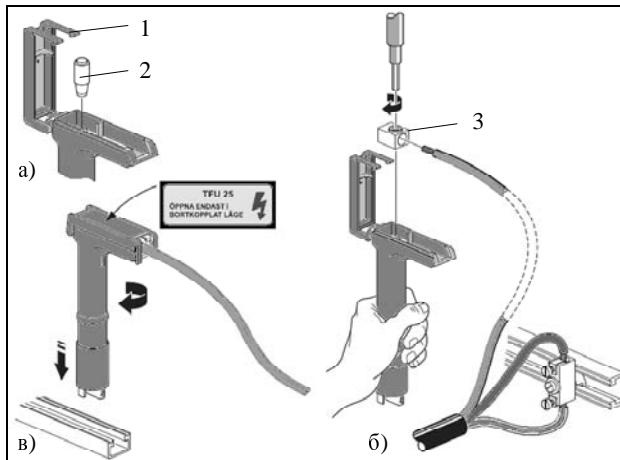

Рис. 26. Порядок монтування розетки TFU 25
Насправді цей аксесуар дозволяє безпечно приєднати лише один провідник до будь-якої лінійної шини (бажано до шини L3, оскільки вона розташована нижче за інші, отже приєднаний провідник не буде торкатися інших лінійних шин). Розетка TFU 25 забезпечує захист персоналу, який користується обладнанням чи електроінструментом, від непрямих дотиків, оскільки конструкція цієї розетки передбачає встановлення у ній вставки запобіжника системи D другого габариту (D II з тепловим струмом  $I_{th}$  до 25 A). Робочий нейтральний та захисний провідники, необхідні для тимчасового приєднання обладнання електроінструменту, приєднуються за допомогою з'єднувача ADC 25 до PEN шини або двома з'єднувачами окрім до N та PE шин. Обладнання може бути безпосередньо приєднано до живлення, а електроінструмент слід приєднувати до живлення через трипровідну розетку. Послідовність приєднання обладнання або трипровідної розетки має бути такою (див. ілюстрацію на рис. 26):
2. відкрити (відщепнути) відкідну кришку 1 розетки TFU 25 та ввести вставку 2 запобіжника D II в отвір під кришкою (рис. 26, а);
3. викруткою приєднати N та PE провідники кабелю до терміналів з'єднувача ADC 25, а сам з'єднувач – до PEN шини; монтувальним пристроєм (див. рис. 8) приєднати лінійний провідник кабелю до стовпчикового терміналу 3 розетки TFU 25 та ввести цей термінал в отвір розетки над вставкою запобіжника (рис. 26, б);